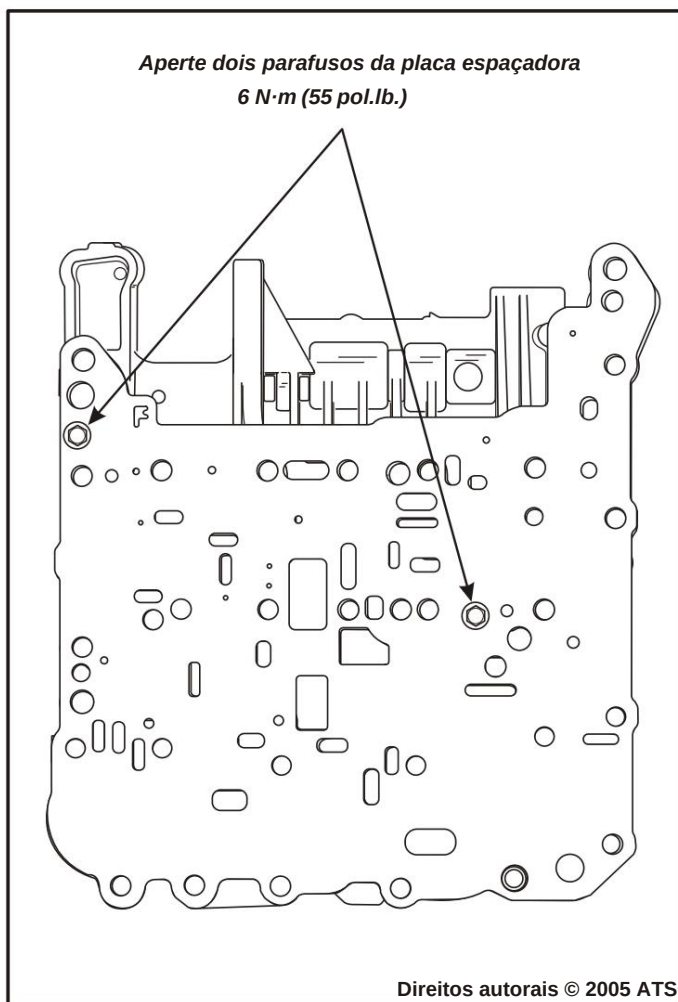

Figura 147
24. Instale a placa espaçadora do corpo da válvula principal e parafusos, conforme mostrado na Figura 147. Espaçador de torque parafusos da placa com 6 N·m (55 pol.lb.).